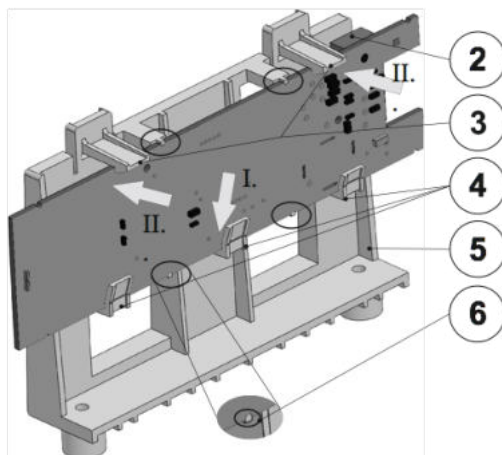

Abbildung 2: 2 – Anschluss für das Verbindungskabel; 3 – obere Halterungen; 4 – untere geneigte Verschlusslaschen; 5 – Funkmodulhalterung; 6 – Verschlussstück
1. Setzen Sie die Leiterplatte des Funkmoduls (Ausrichtung entsprechend Abbildung 2) in die Halterung (5) in der Richtung ein, die durch Pfeil I. gekennzeichnet ist. Die drei unteren geneigten Verschlusslaschen (4) geben den Winkel an. Achten Sie darauf, dass die Leiterplatte des Funkmoduls mit ihren halbrunden Aussparungen auf den halbrunden Laschen sitzt - siehe Verschlussstück (6). Dies ist sehr wichtig, da der nächste Schritt darin besteht, das Funkmodul mit den oberen Laschen (3) in der durch Pfeil II. angegebenen Richtung zu befestigen. Dabei muss der Sabotagekontakt (1) auf der Oberseite des Funkmoduls ausgelöst werden.
2. Stecken Sie das Verbindungskabel (im Lieferumfang der Zentrale enthalten) in den Anschluss des Funkmoduls (2) und dann in den Anschluss der Zentrale (siehe Installationsanleitung der Zentrale).